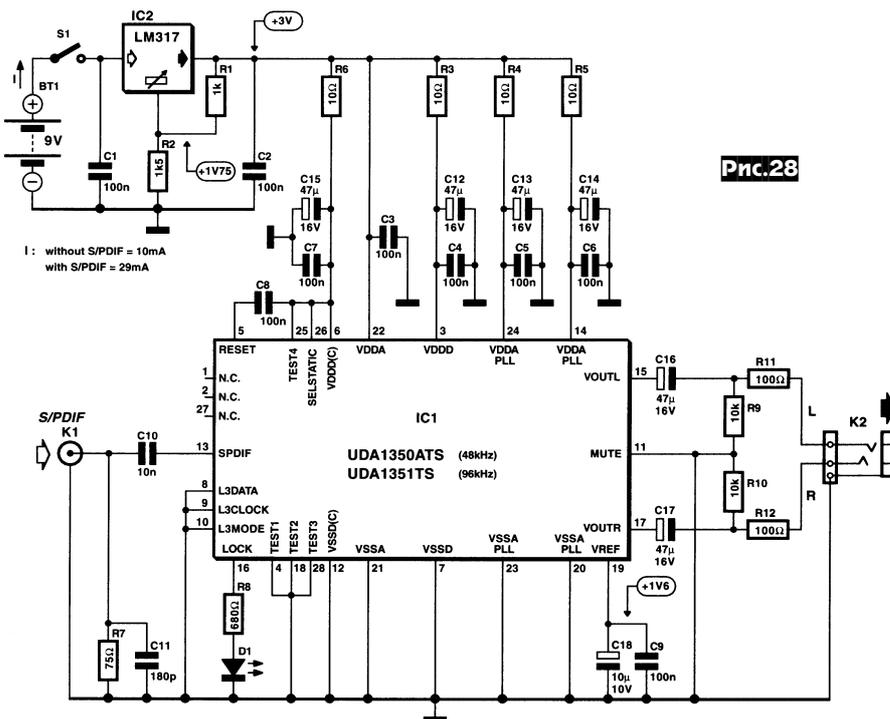

Рис.28
**Цифровой аудиопробник Г.Кляйна (рис.28)** предназначен для оперативной проверки S/PDIF выходов CD-, MP3- и MD-плееров, R-DAT-магнитофонов и другой цифровой аудиотехники. Он потребляет около 30 мА в рабочем режиме или 10 мА без входного сигнала, питается от «Кроны» и выполнен в небольшом корпусе (от карманного радиоприемника), но может быть с успехом применен и в стационарном аудиоккомплексе как высококачественный ЦАП. Основу составляет новая ИМС Philips UDA1351, содержащая входной триггер-формирователь с диапазоном допустимых уровней от 0,2 до 3,3 В, IEC958-приемник-декодер (S/PDIF и AES/EBU) с ФАПЧ, способный принимать аудиоданные с разрядностью до 24 и частотами дискретизации от 28 до 100 кГц (поток до 6,144 Мбит/с), интерполятор x128fs с